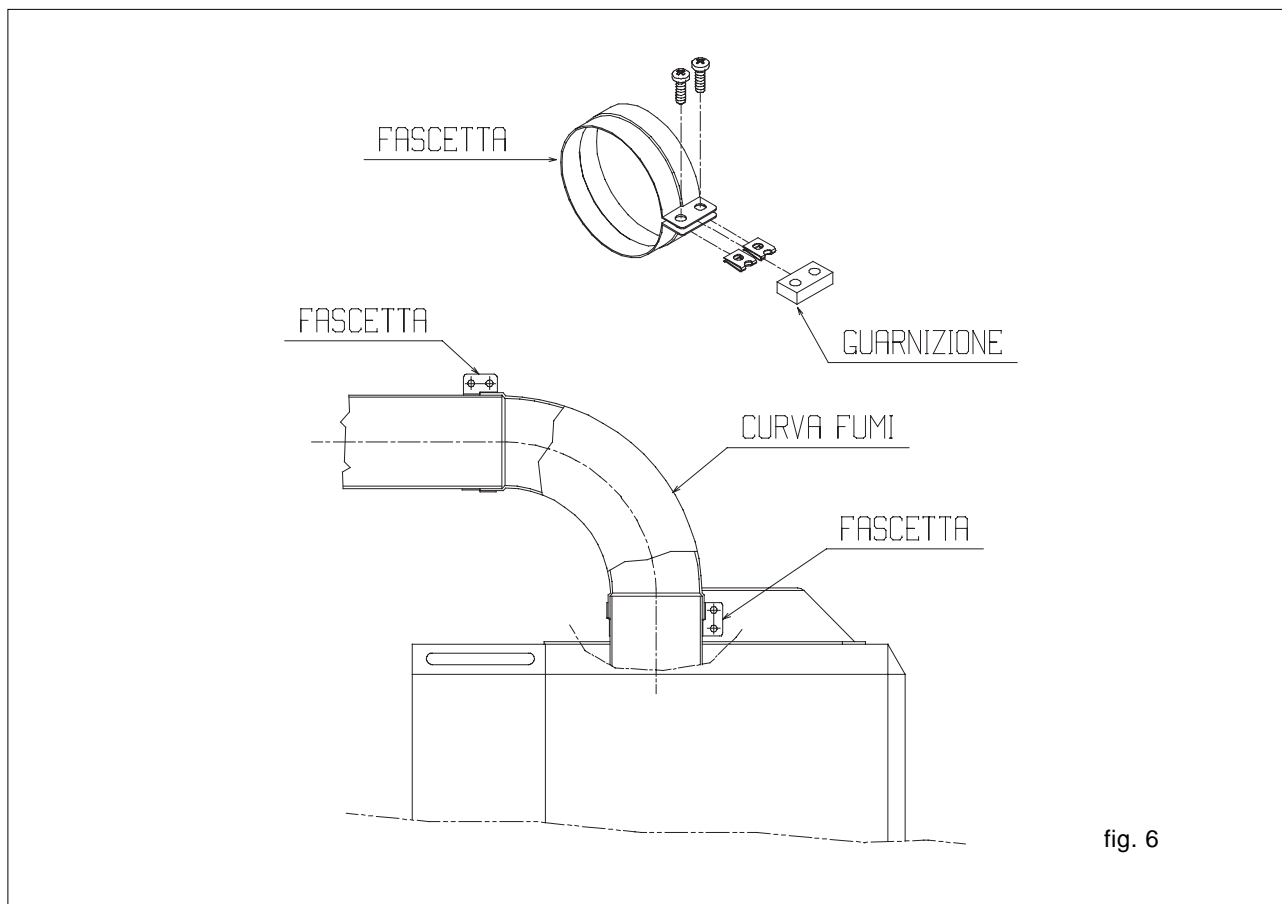

fig. 6
- Montate le eventuali prolunghe avendo cura di imboccarle correttamente, quindi la curva tra i tubi e caldaia, bloccandola con le apposite fascette di sicurezza (fig. 6).